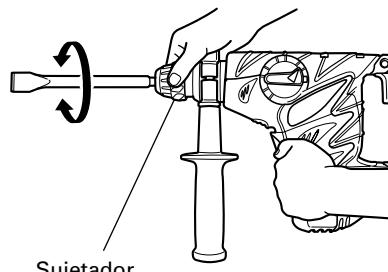

Fig. 10
- (1) Monte el puntero o el cincel.
- (2) Presione el botón de empuje y coloque la palanquita selectora en la marca **◎**. Cuando cese el giro, gire la empuñadura y ajuste el cincel en la posición deseada. (Fig. 10)